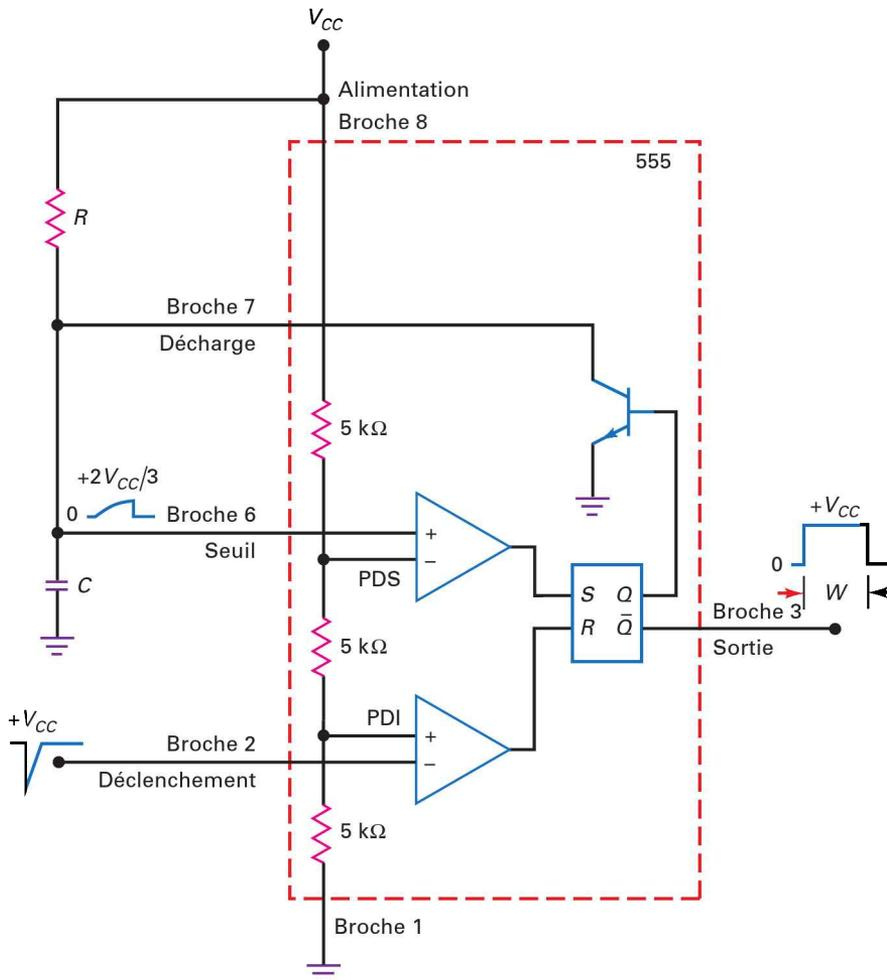
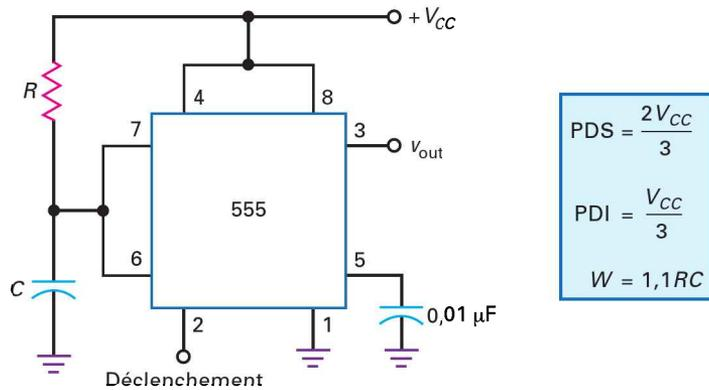

Figure 21.33
Figure 21.34
La figure 21.33 représente le temporisateur 555 monté pour le fonctionnement en monostable. Le circuit comporte une résistance R et un condensateur C extérieurs. La tension sur le condensateur sert de tension seuil sur la broche 6. Lorsque le déclenchement survient sur la broche 2, le circuit donne une impulsion rectangulaire sur la broche 3.
La figure 21.34 montre le montage du 555 en circuit monostable comme on le voit classiquement. Seuls les broches et les composants extérieurs sont représentés. Remarquez la broche 4 reliée à $+V_{CC}$, cela permet d'éliminer l'influence de cette broche. Dans certaines applications, elle peut être mise temporairement à la masse dans le but de suspendre le fonctionnement. Lorsqu'elle retourne au niveau haut, le fonctionnement reprend. Une étude ultérieure expliquera ce mode de réinitialisation plus en détail.
Sur la figure 21.34, $V_{CC} = 12 \text{ V}$, $R = 33 \text{ k}\Omega$ et $C = 0,47 \text{ }\mu\text{F}$. Quelle est la tension de déclenchement minimale pour obtenir une impulsion à la sortie ? Quelle est la tension maximale sur la capacité ? Quelle est la largeur de l'impulsion de sortie ?
Réponse Selon les indications de la figure 21.33, le comparateur inférieur présente un point de déclenchement PDI. Donc l'entrée de déclenchement sur la broche 2 doit descendre de $+V_{CC}$ à une valeur légèrement inférieure à PDI. Selon les relations de la figure 21.34 :
21.6 Avez-vous compris ? Sur la figure 21.34, changer V_{CC} à v, R à 100 k Ω et refaire l'exercice 21.6.
Quelle est la largeur de l'impulsion sur la figure 21.34 si $R = 10 \text{ M}\Omega$ et $C = 470 \text{ }\mu\text{F}$?